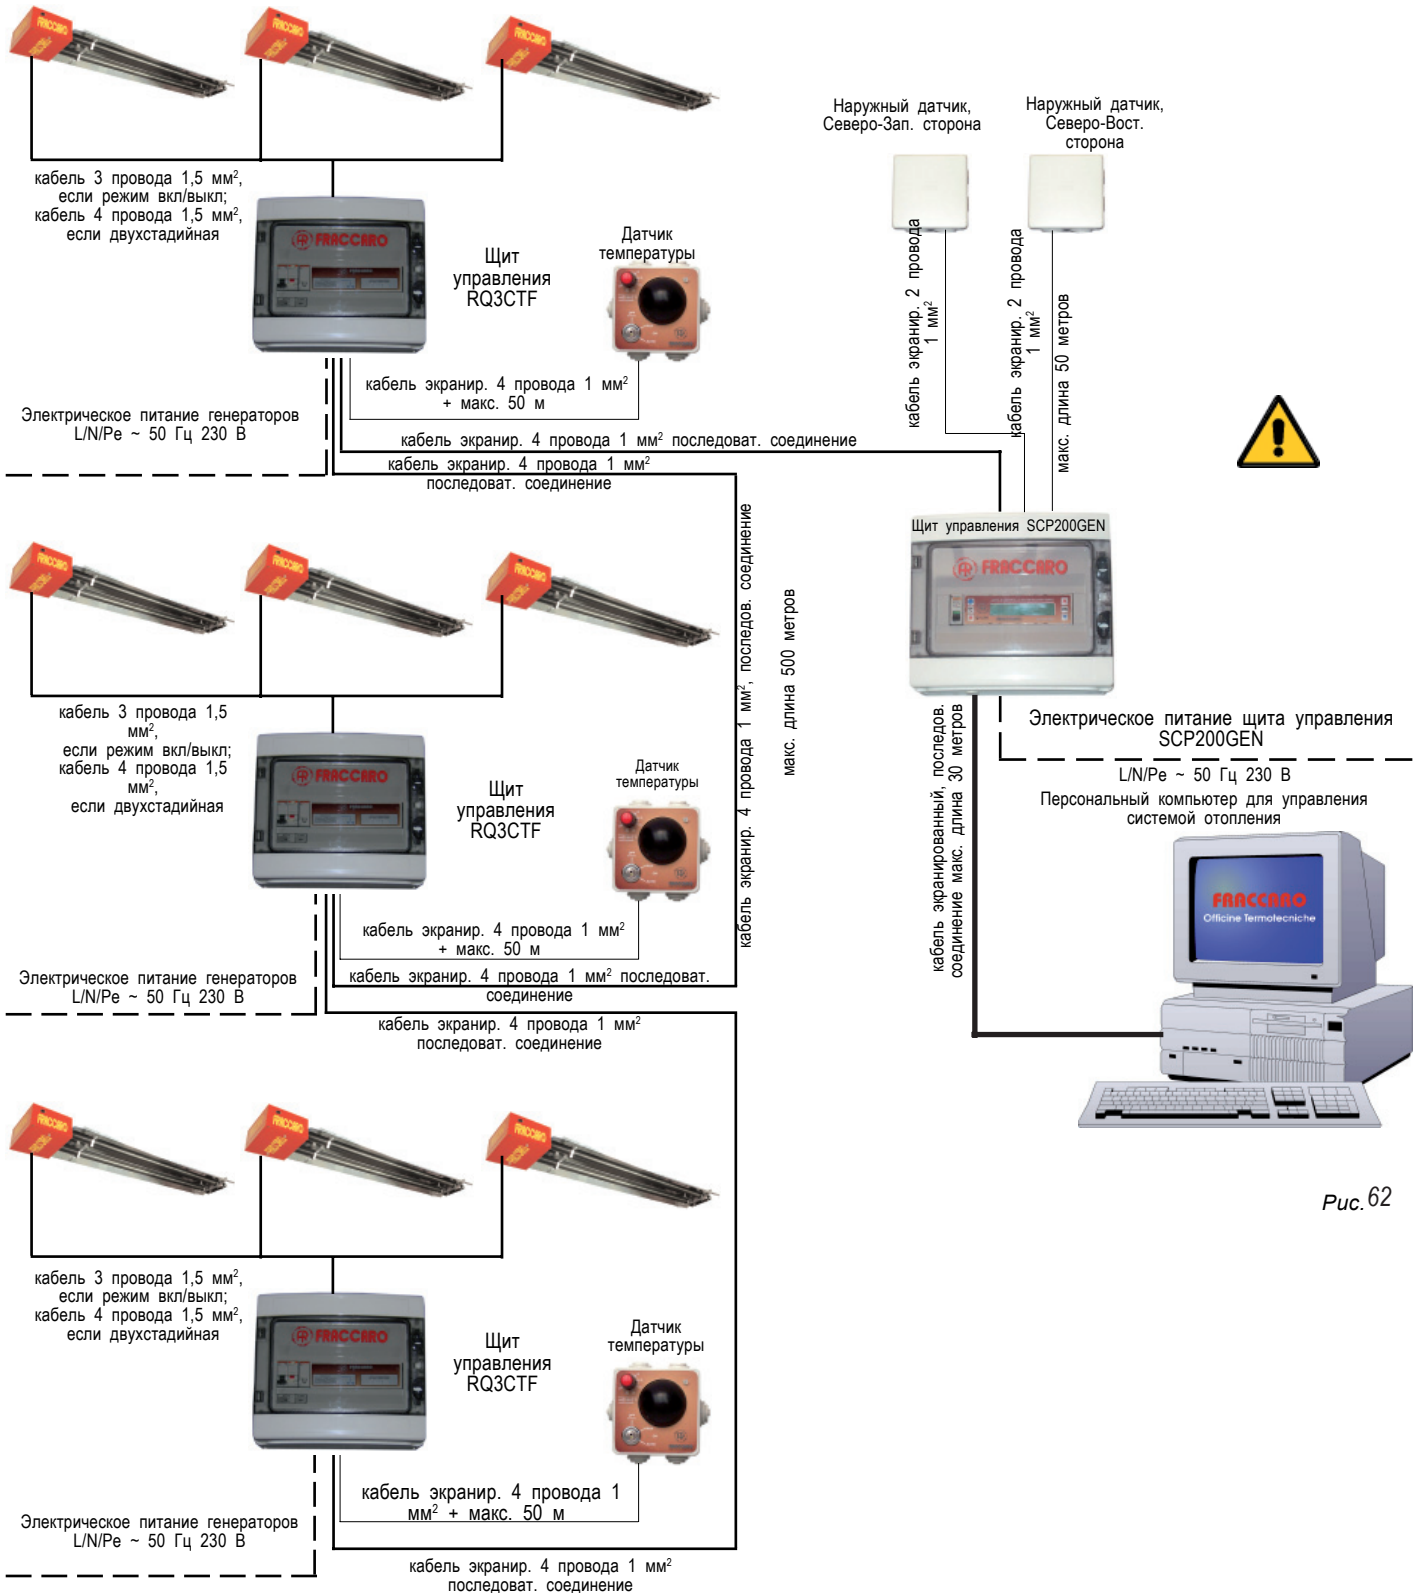

Рис. 62
- b) экранированного кабеля с изоляцией ПВХ, 4 провода по 1 мм², плюс оплетка 20AWG, см. рис.62;
Соединение между щитом управления SCP200GEN и блоками обработки и передачи данных SCP200PER в щитах выполняется с помощью экранированного кабеля с 4 проводниками сечением 1 мм², см. рис. 62. Расстояние между щитом управления SCP200GEN и последним блоком (блоки монтируются на щитах) **НЕ ДОЛЖНО ПРЕВЫШАТЬ 500 МЕТРОВ**. Расстояние между двумя последовательными периферическими блоками SCP200PER **НЕ ДОЛЖНО ПРЕВЫШАТЬ 500 МЕТРОВ**. Из 4 проводников только два используются для соединения с блоком SCP200PER, остальные два – для соединения с последующим кабелем, для подсоединения с последним щитом и передачи обратного сигнала на щит SCP200GEN.